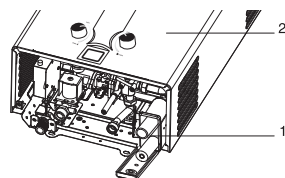

Рис. 1.
Подготовительные действия перед вводом в эксплуатацию (рис. 1).
- Перед включением водонагревателя необходимо установить батарейки (рис. 1).
- Отсек для батареек (1) находится в нижней правой части водонагревателя. Для доступа к нему снимать кожух не нужно.